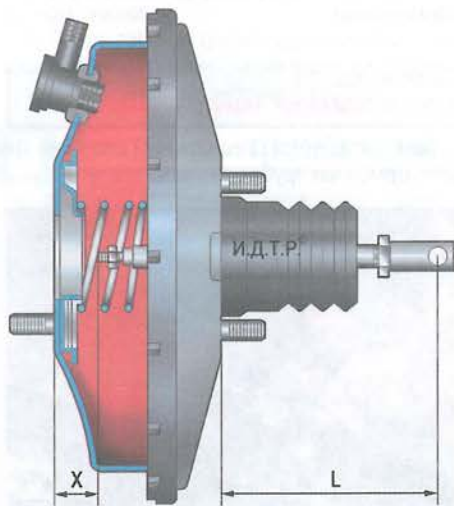

Рис. 9.7. Регулировочные размеры вакуумного усилителя тормозов: $X=22,3$ мм; $L=145,8$ мм
- неправильно отрегулировано расстояние от площадки педали до пола в свободном состоянии (см. п. 2, а также размер **L** на рис. 9.7);
- неправильно отрегулирован размер **X** (см. рис. 9.7) между торцом регулировочного болта штока вакуумного усилителя тормозов и фланцем его корпуса для присоединения главного тормозного цилиндра.
11. Установите вакуумный усилитель и все снятые детали в порядке, обратном снятию. Перед установкой проверьте регулировочные размеры усилителя (рис. 9.7) и при необходимости восстановите их вращением регулировочного болта штока усилителя (размер X) и вилки толкателя при отпущенной контргайке (размер L).